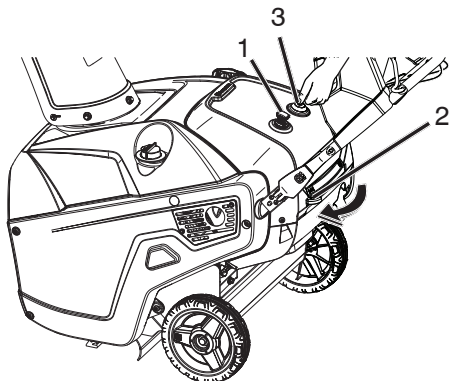

Figure 11
1. Insérer la clé (Figure 11).